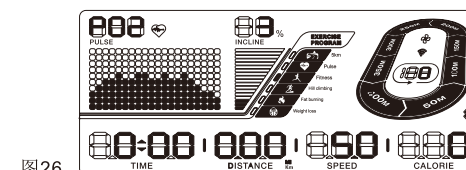

图26
2. 我们为您在面板上设置了健身训练程式快捷键。(图26所示)